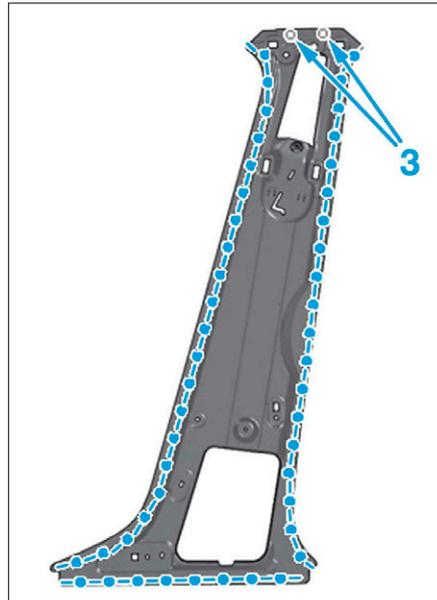

FIG. 92
- Tracer en (3) puis percer au Ø 6,5 mm (ou 8 mm pour les fortes épaisseurs) pour un soudage ultérieur par points bouchons (Fig.92).